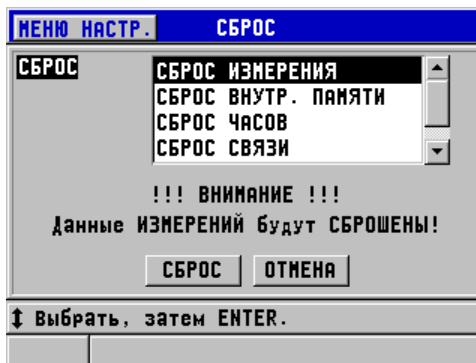

Рис. 12-1 Активация функции сброса
2. В окне **СБРОС** (см. Рис. 12-1 на стр. 213):